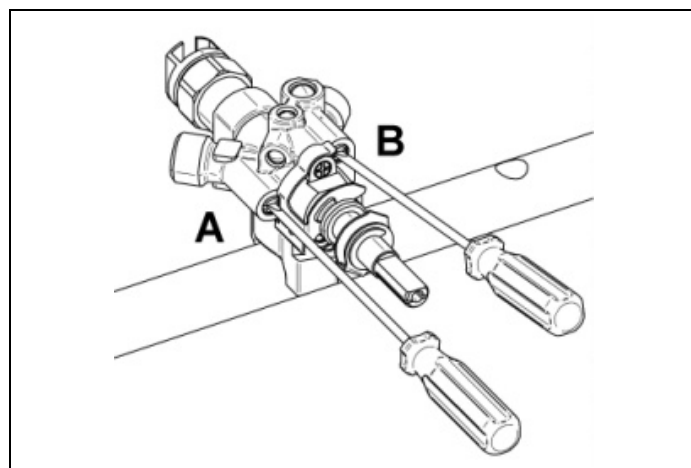

Fig. 15
- 4) För ventilen som styr Dual-brännaren sitter strypningsskruvarna på ventilkroppen (Fig. 15); skruv A reglerar den yttre ringen medan skruv B reglerar den inre.